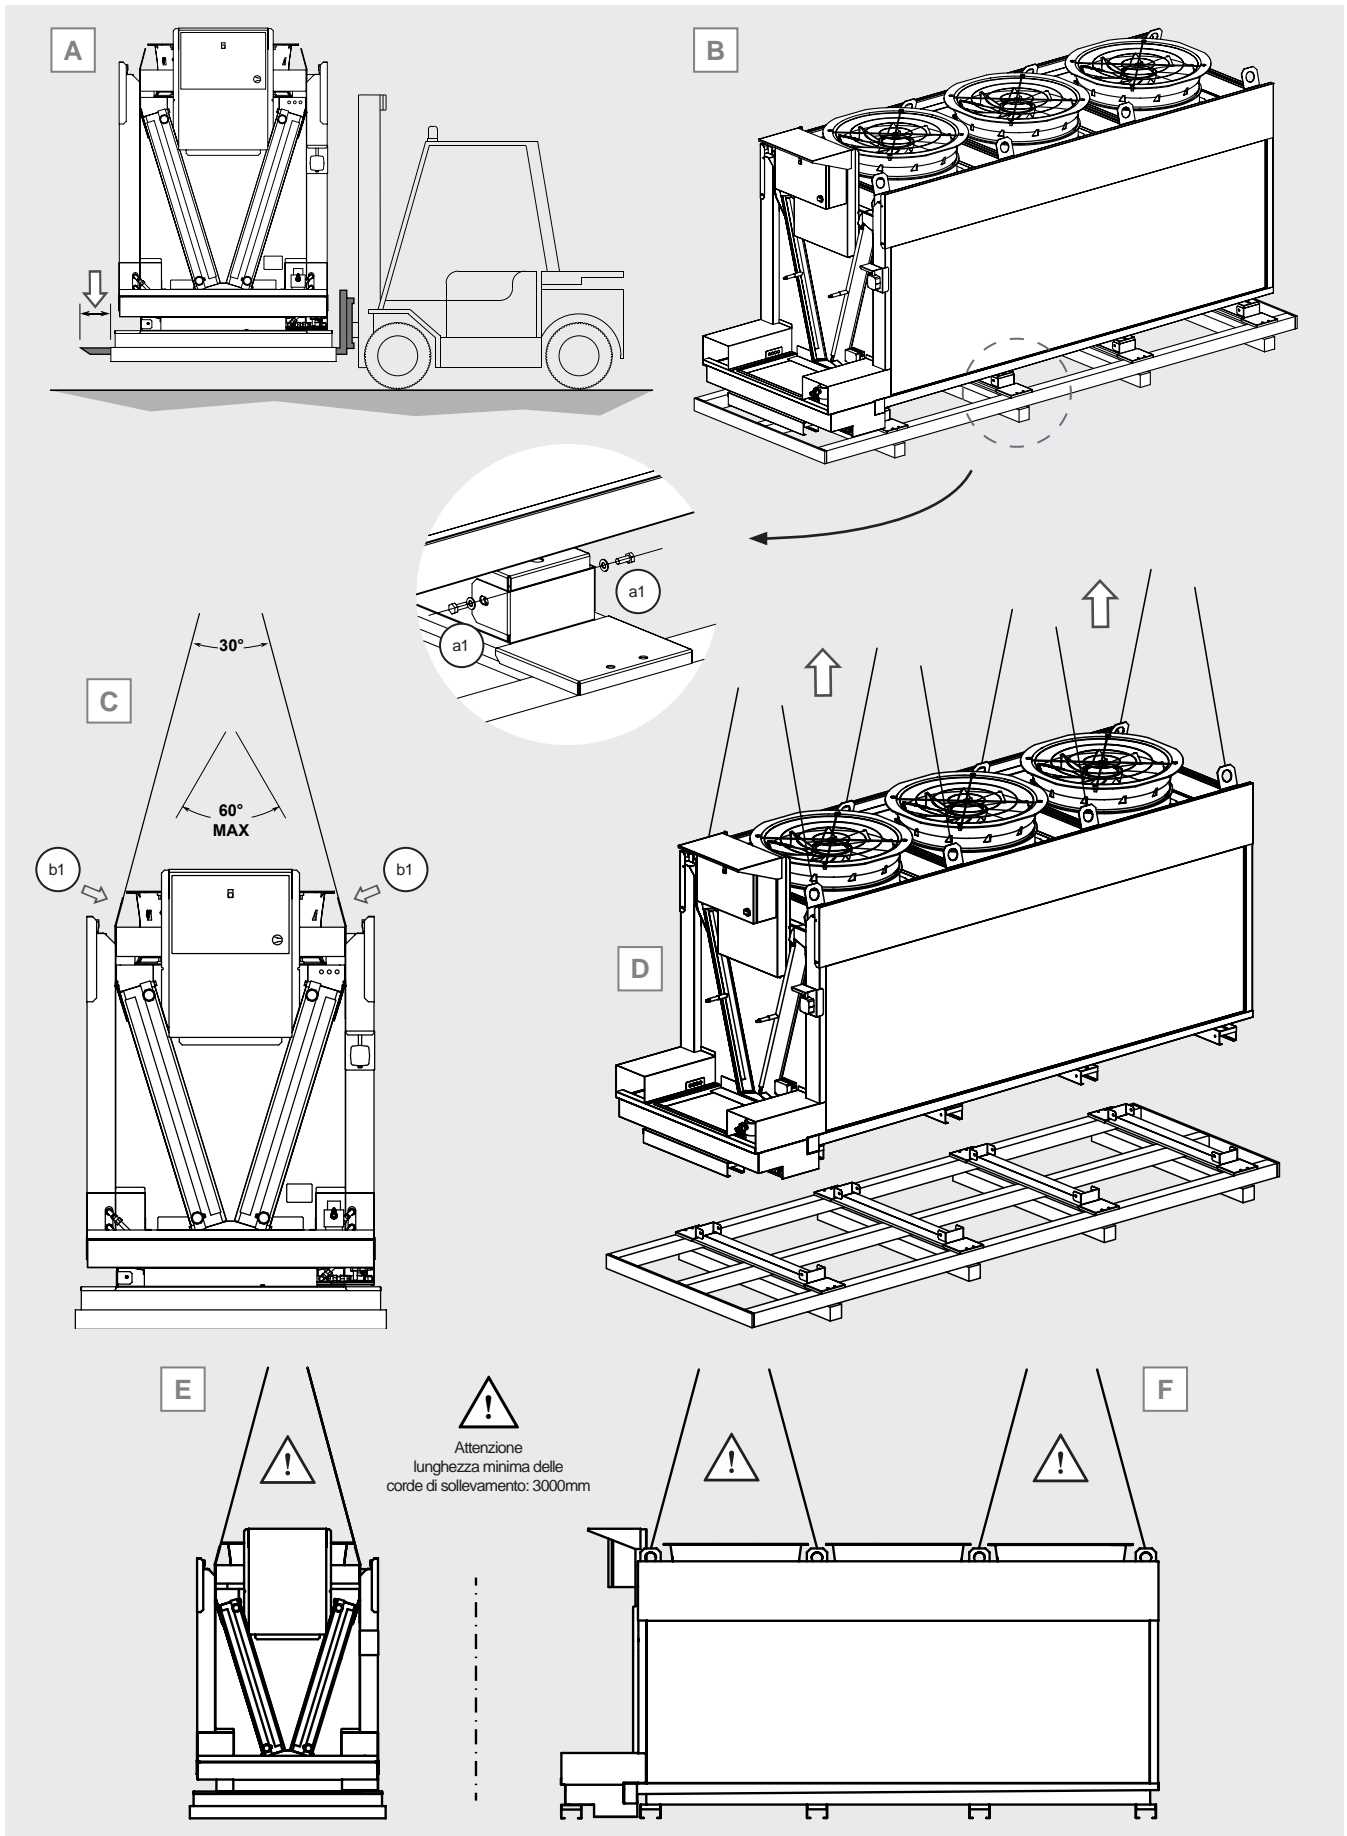

Figura 5
5.2 Per il carico-scarico da mezzo di trasporto con un carrello elevatore, le staffe di sollevamento devono avere lunghezza superiore alla profondità dell'imballaggio e/o del modello. Si veda Figura 5 A.
5.3 Per il carico-scarico da mezzo di trasporto mediante gru o carro ponte agganciare la gru o carro ponte ai punti di sollevamento secondo la Tabella 2. Si veda la Figura 5 C. Si osservi che per agevolare le sole operazioni di carico e scarico dal mezzo di trasporto è possibile utilizzare anche solo n. 4 punti di sollevamento.
5.4 Per la rimozione del pallet, prima dell'installazione del modello, svitare le viti (a1) che bloccano le staffe di appoggio del modello sul pallet di trasporto, v. Figura 5 B.
5.6.1 agganciare la gru o il carro ponte ai punti di sollevamento (b1), si veda la Figura 5 C;
5.6.2 sollevare il modello e posizionarlo nella collocazione finale. Utilizzare tutti i punti di sollevamento. Si veda la Figura 5 D.
Per il carico-scarico del modello dal mezzo di trasporto e per la sua movimentazione devono essere utilizzate corde di sollevamento e bilancini. È possibile utilizzare bilancini sia in senso longitudinale che trasversale, si osservino la Figura 5 E ed F.